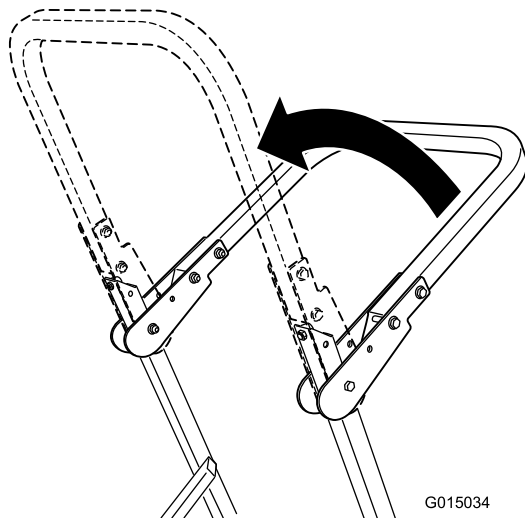

Figura 2
2. Alzate completamente il roll bar (Figura 2).